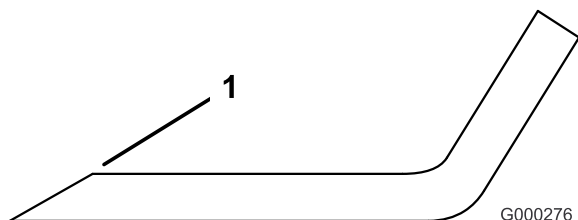

Figura 32
3. Esamine i taglienti di tutte le lame, e affilatele se fossero ottusi o scheggiati. Affilate soltanto la parte superiore del tagliente e mantenete l'angolo di taglio originale per garantire l'affilatura (**Figura 32**). La lama rimane bilanciata soltanto se viene rimossa una quantità uguale di metallo da entrambi i taglienti.